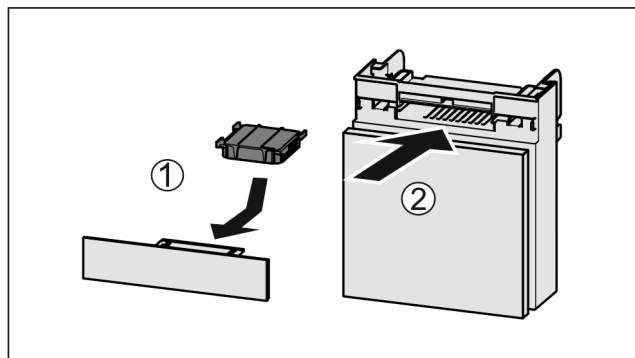

Fig. 116
- Вставити фільтр з активованого вугілля за малюнком Fig. 116 (1).
- Вставити відділення Fig. 116 (2).